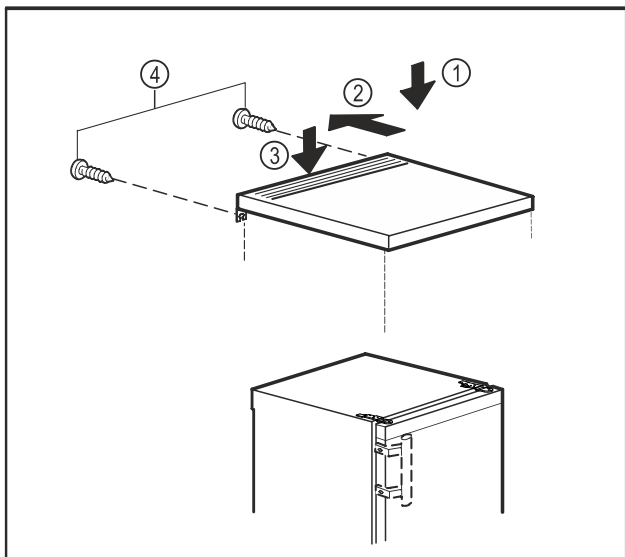

Fig. 19
- ▶ Plaats het tafelblad op het apparaat. Fig. 19 (1)
- ▶ Duw het tafelblad naar achteren. Fig. 19 (2)
- ▶ Druk het tafelblad aan de achterkant naar beneden. Fig. 19 (3)
- ▶ Draai de schroeven aan de achterkant vast. Fig. 19 (4)